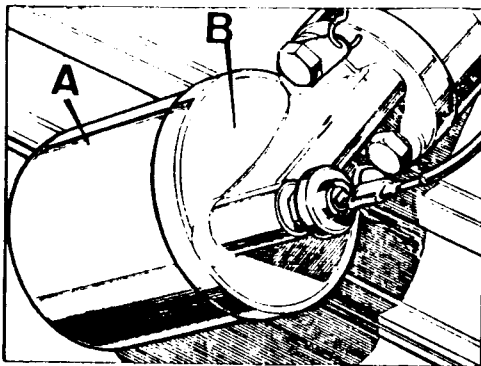

Fig. A1-36 Desmontaje del filtro integral
- 3.2. Desenroscar el conjunto filtrante, A (Fig. A1-36) con su junta de cierre y desecharlo.
- 4.1. Tomar un nuevo filtro, aplicar una capa de aceite limpio de motor a la - junta obturadora y roscarlo sobre el soporte, B (Fig. A1-36), apretándolo con la presión que se le quiera dar con las manos.